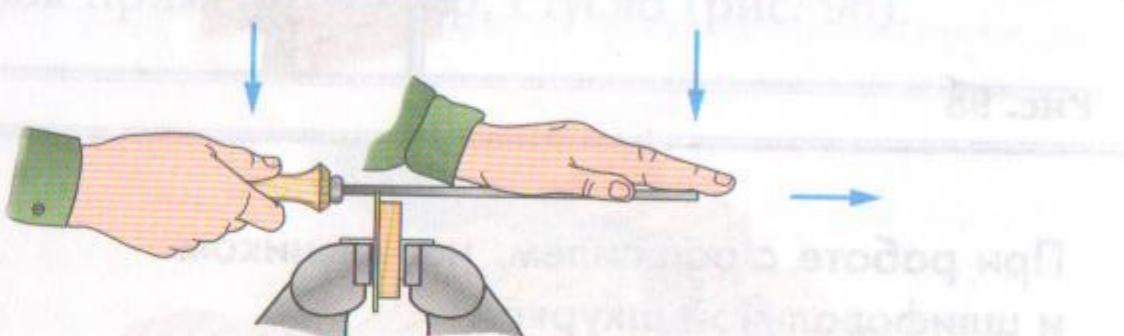

Рис. 101
3. Усилия обеих рук во время движения инструмента от себя распределять так, чтобы он не заваливался вниз (рис. 101). При обратном движении инструмента на себя давить на него не нужно.